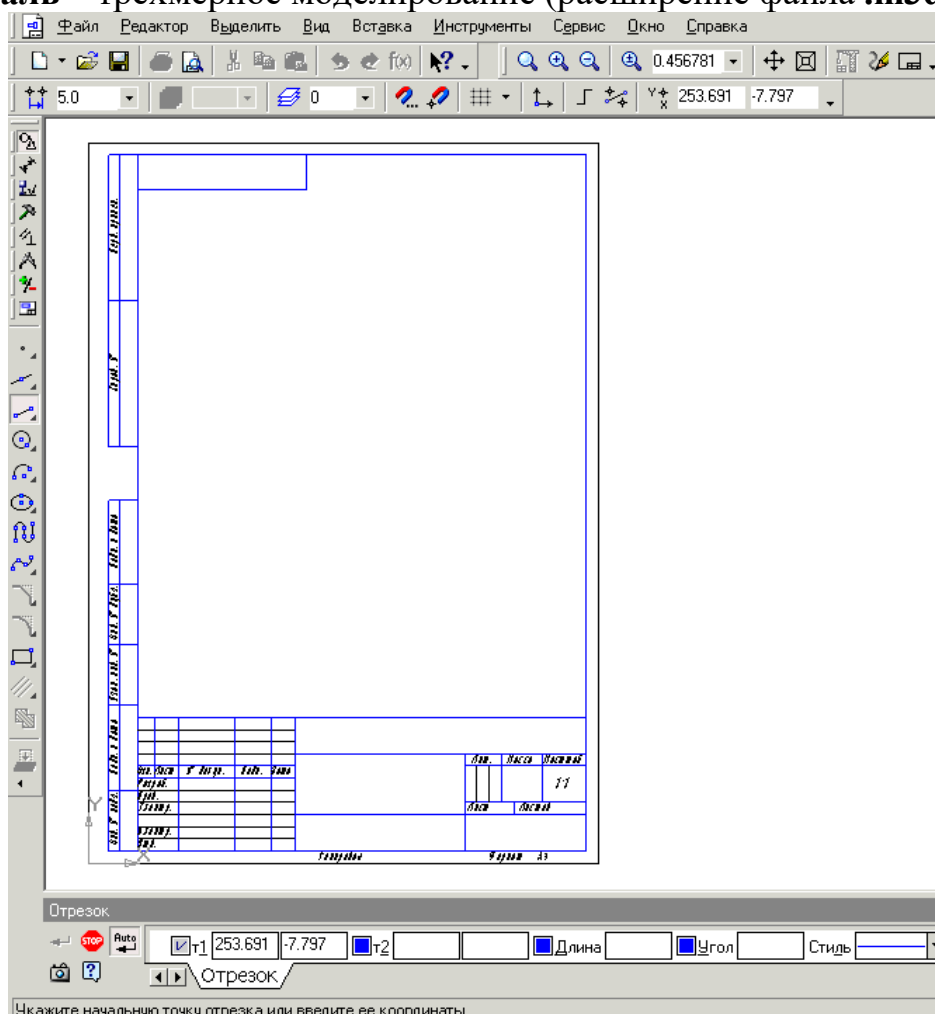

Рисунок 9.6 - Рабочее окно при вызове документа Чертеж
1. **Чертеж** – основной тип графического документа в системе КОМПАС. Чертеж содержит графическое изображение изделия в одном или нескольких видах, основную надпись, рамку и всегда содержит один лист заданного пользователем формата (рис. 9.6). Файл чертежа имеет расширение **.cdw**.